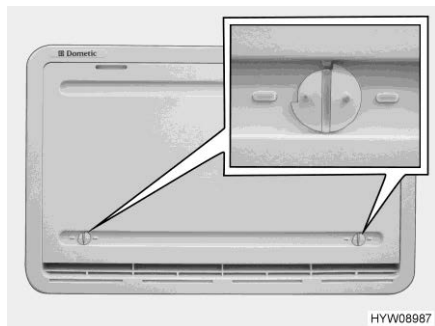

Fig. 185 Copertura invernale
Se il funzionamento del frigorifero avviene a basse temperature esterne, il produttore consiglia l'utilizzo di una copertura invernale (Fig. 185) per la griglia di aerazione del frigorifero.
- Aprire entrambi i bloccaggi (Fig. 185), la scanalatura risulterà orizzontale.